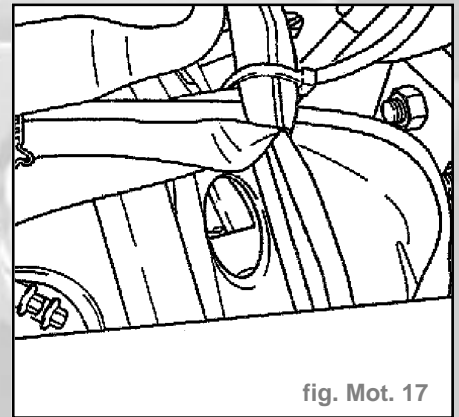

fig. Mot. 17
- Amener le vilebrequin au PMH du cylindre 1 (véhicule avec boîte mécanique) (fig. Mot. 17).